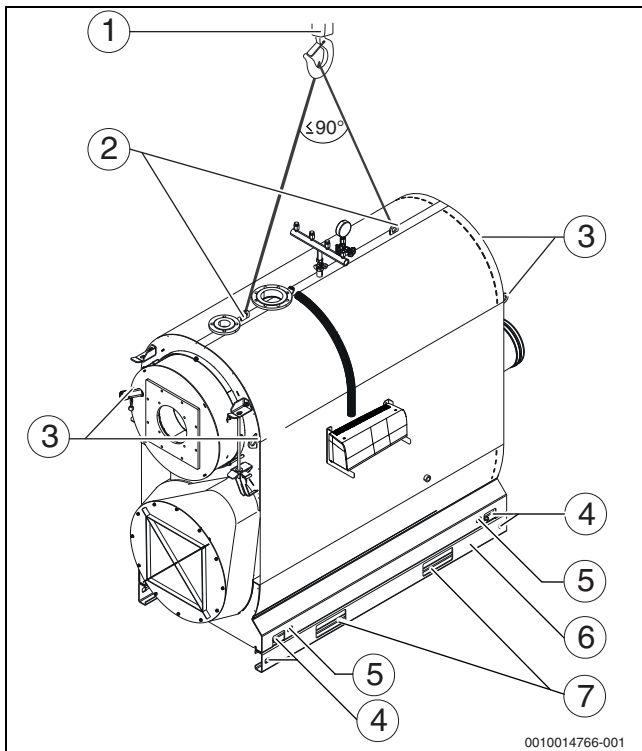

Fig. 4 Elevar a caldeira com uma grua
- ▶ Elevar completamente a caldeira com porta-paletes (→ capítulo 3.1.3, página 12) ou de um lado com macaco (→ fig. 4, [5], página 11).